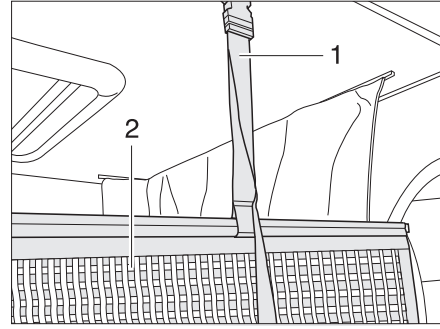

Fig. 175 Soporte red de seguridad
La red de seguridad (Fig. 175,2) con los cinturones de sujeción está guardada debajo del colchón. Tender la red de seguridad cuando las personas ya se encuentren en la cama elevada.
- Engatillar los cinturones de sujeción (Fig. 175,1) en los soportes en el techo.